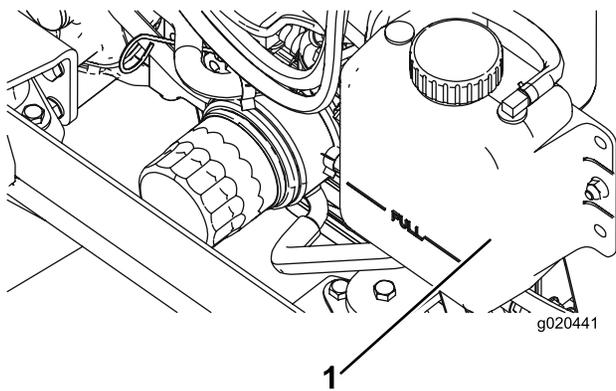

Рисунок 95
1. Осторожно снимите крышку радиатора и крышку расширительного бачка (Рисунок 95).